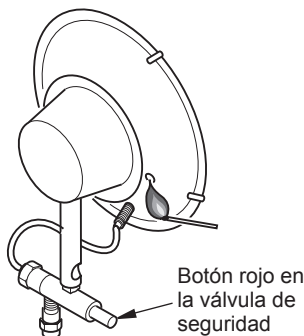

Figura 6. Encendido del calentador con un fósforo
2. Presione varias veces el encendedor piezoeléctrico y suéltelo (dos quemadores), o bien, acerque un fósforo encendido a la carátula del elemento de calefacción (rejilla de alambre) del calentador que está encendiendo, a través del orificio ubicado en la parte lateral del reflector. Consulte la figura 6.
3. Oprima el botón rojo en la válvula de seguridad para que se permita la entrada de gas al quemador (consulte la figura 6).